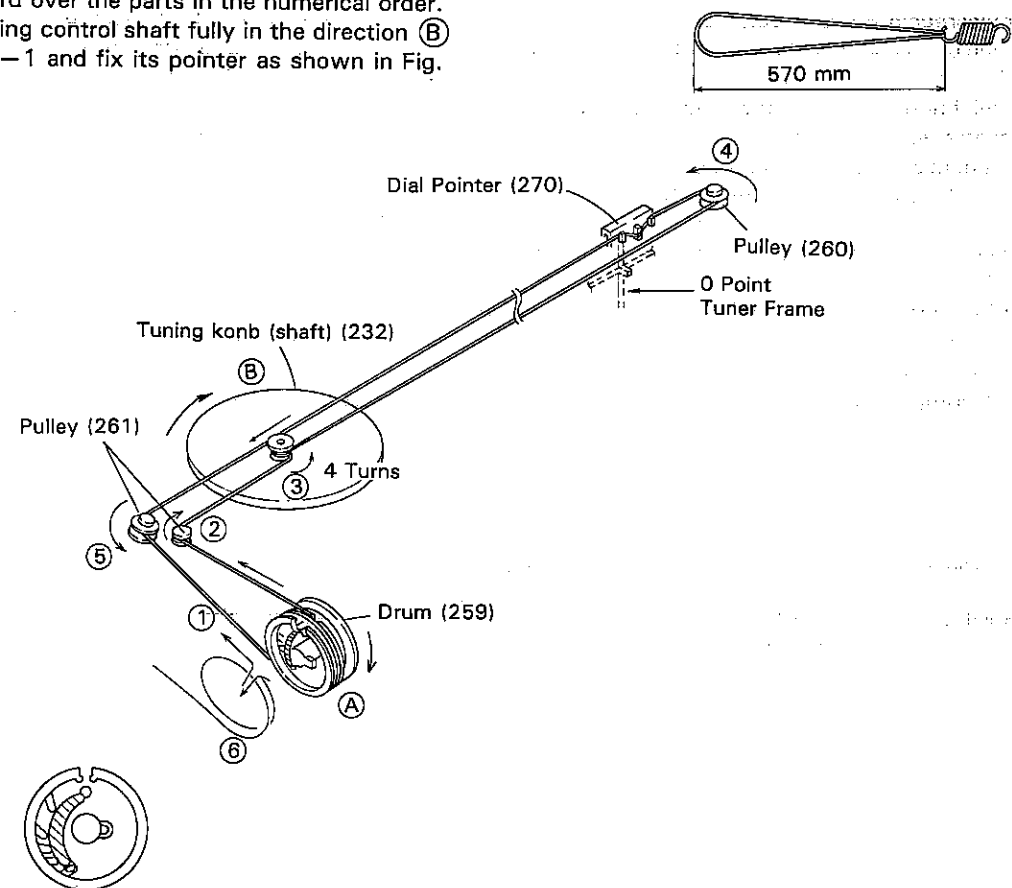

Figure 11-1
1. Turn the drum fully in the direction (A) shown in Fig. 11-1 and stretch its cord over the parts in the numerical order.
2. Then turn the tuning control shaft fully in the direction (B) shown in Fig. 11-1 and fix its pointer as shown in Fig. 11-1.
1. Die Trommel gemäß Abb. 11-1 bis zum Anschlag in Richtung (A) drehen, dann die Schnur in der numerischen Reihenfolge über die einzelnen Teile spannen.
2. Die Abstimmstellerachse gemäß Abb. 11-1 bis zum Anschlag in Richtung (B) drehen, dann den Zeiger gemäß Abb. 11-1 befestigen.
1. Tourner le tambour entièrement dans le sens (A) montré sur la Fig. 11-1 et passer le cordon sur les organes indiqués et dans l'ordre numérique.
2. Tourner l'arbre de commande d'accord entièrement dans le sens (B) montré sur la Fig. 11-1 et fixer son index comme le montre la Fig. 11-1.